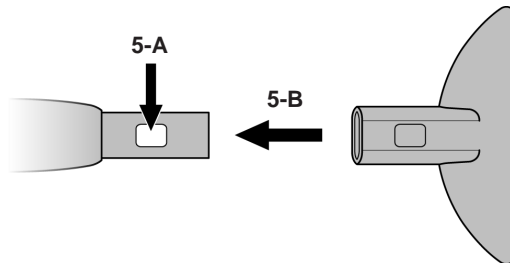

FIGURE 5
2. Abaissez le bouton bleu de verrouillage/dégagement (FIGURE 5-A). Continuez à maintenir le bouton abaissé et faites glisser la Buse à tissu sur l'Injecteur à vapeur (FIGURE 5-B). Poussez la Buse à tissu par-dessus le bouton et continuez à pousser jusqu'à ce que le bouton s'engage dans le trou rectangulaire.